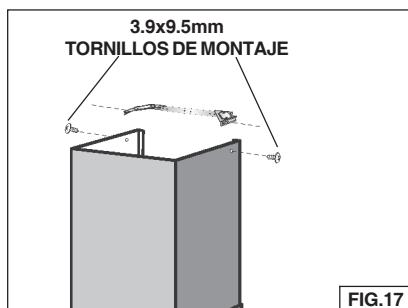

FIG.17
11. Levante el tubo superior hasta que sus orificios queden alineados con el soporte para el montaje del tubo (situado en el techo). Fig. 17.
12. Fije el tubo con dos tornillos de montaje de 3.9 x 9.5 mm. Fig. 17.